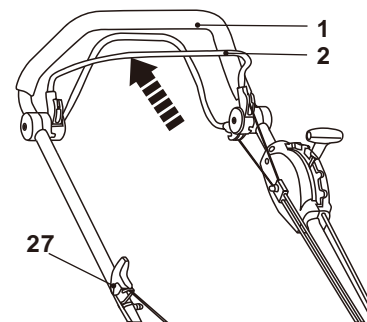
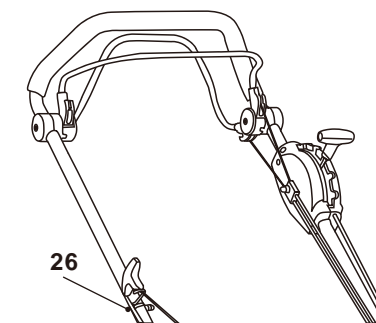

Fig. 14
Fig. 15
1. Tirer la barre de freinage (2) contre la poignée (1).
2. Tirer doucement la poignée du lanceur (27) (Fig. 14) et la placer dans le guide-cordon (26) sur le côté droit de la poignée supérieure (6) pendant l'utilisation (Fig. 15). Ne pas retirer le cordon du guide-cordon pendant le démarrage du moteur.